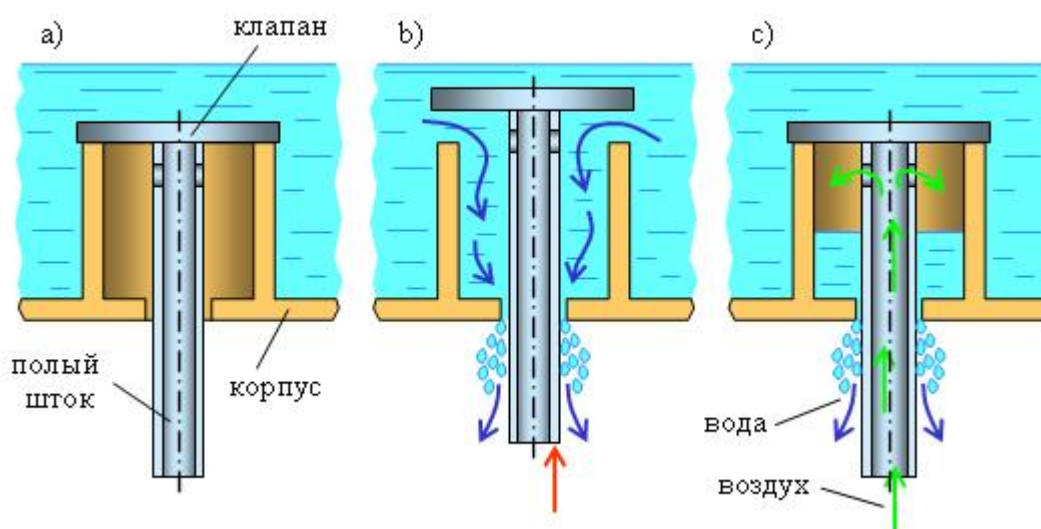

Рис. 10. Кран Е. Веселова
"Правильный" умывальник - это "матрешка", в которой маленький корпус-стакан размещен внутри большого корпуса (рис. 10). Если нажать снизу на шток, клапан приподнимается и вода из большого корпуса попадает в стакан: отмеряется нужная порция. Потом эта порция воды выливается точно так же, как в "классическом" ручном умывальнике. Правда, чтобы это могло произойти, нужно внутрь герметично закрытого стакана подать замещающий воздух, поэтому шток выполнен полым.
4. Кран Е. Веселова (рис. 10). Клапан, связанный со штоком, отсекает внутри стакана необходимую порцию воды - это хороший ресурс. Однако, клапан прикасается к стакану, поэтому к поверхности и материалу этих деталей предъявляются повышенные требования, что неизбежно делает их дороже. Отсюда следует, что между стаканом и поршнем должен быть зазор, как и между штоком и стаканом. Шток при этом, как и в предыдущем случае, не должен быть полым.